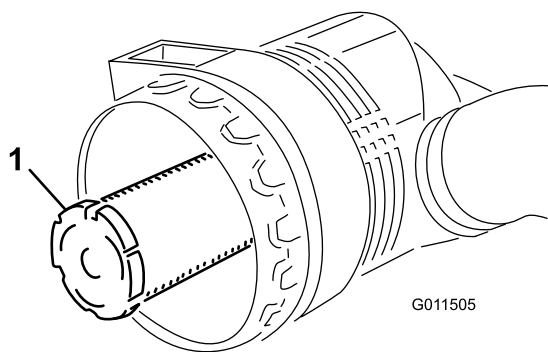

Figura 70
**Importante:** No intente nunca limpiar el filtro de seguridad (Figura 70). Sustituya el filtro de seguridad después de cada tres revisiones del filtro primario.